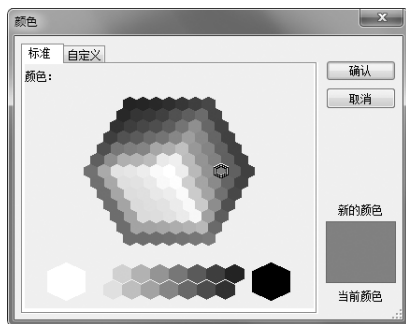

图 4-28 “颜色”对话框
1) 在“网络名称”选项卡下，单击“网络颜色”颜色框，系统将弹出图 4-28 所示的“颜色”对话框，在该对话框中可以选择并设置需要的导线颜色。系统默认设置为红色。